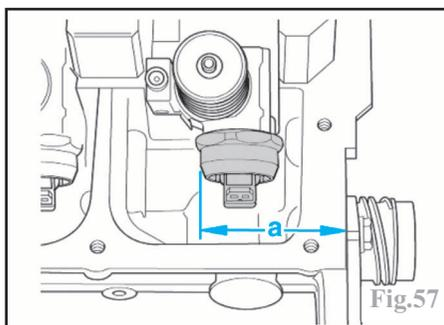

Fig.57
Reposer sur la bride une vis neuve (5) et la serrer jusqu'à ce qu'il soit encore possible de tourner l'injecteur-pompe (Fig.54). À l'aide d'un pied à coulisse approprié (plage de mesure de **400 mm** mini), mesurer la cote (a) entre le bord extérieur de la culasse et l'électrovanne de l'injecteur-pompe (Fig.57).
Ajuster la position de l'injecteur-pompe pour obtenir la cote (a) (Fig.57) prescrite, et serrer la vis de fixation de la bride (5) (Fig.54) au couple prescrit.
Cotes (a) de position des injecteurs-pompes du montage (Fig.57) :